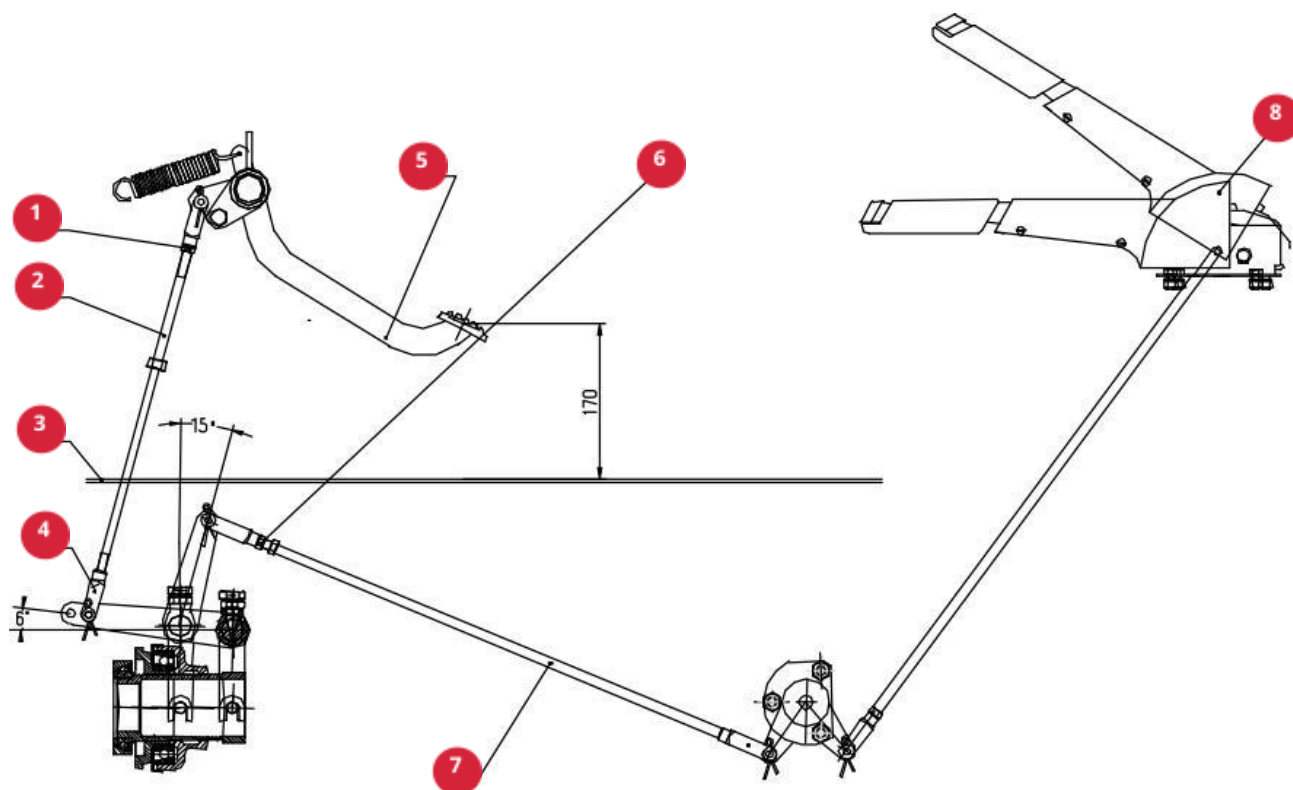

Рис. 4-17.
1. Регулировка главной муфты сцепления (см. рис. 4-17): (с левой стороны картера трансмиссии) ослабьте гайку 1, отрегулируйте свободный ход педали главной муфты сцепления до 25–35 мм, вращая тягу механизма выключения сцепления 2. Затем затяните гайку 1 и убедитесь, что рабочий ход педали главной муфты сцепления составляет 113 мм.